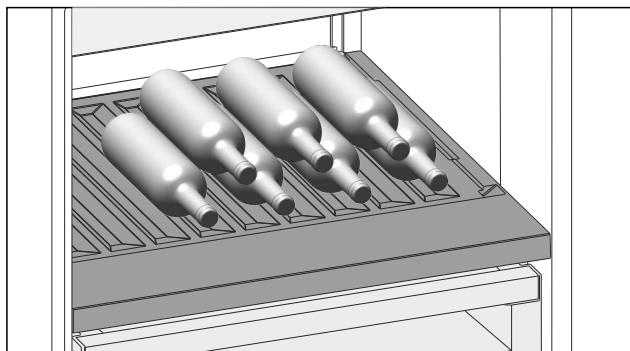

Fig. 146 Shembull ilustrues
- Shtirni shishet me fundin të drejtuar në faqen e pasme të frigoriferit. (shihni Fig. 146)